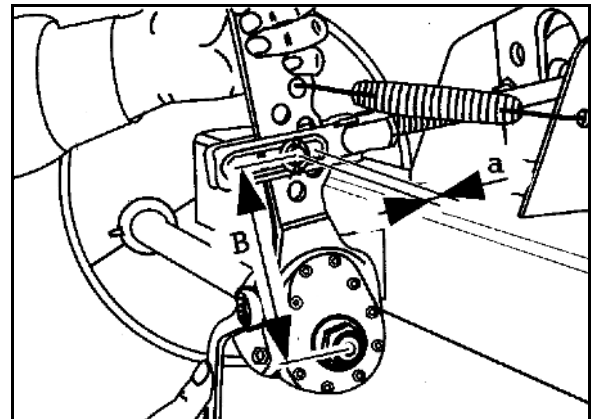

Bild 139
1. Skruva av båda täckkåporna (Bild 139/1) på bromstrummans insida.
Smuts som trängt in kan lägga sig på bromsbeläggen (Bild 139/2) och försämra bromseffekten.